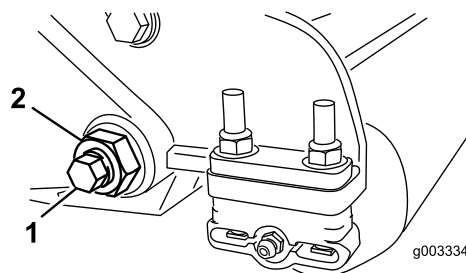
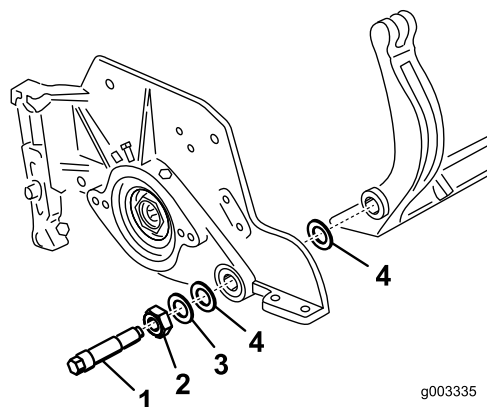
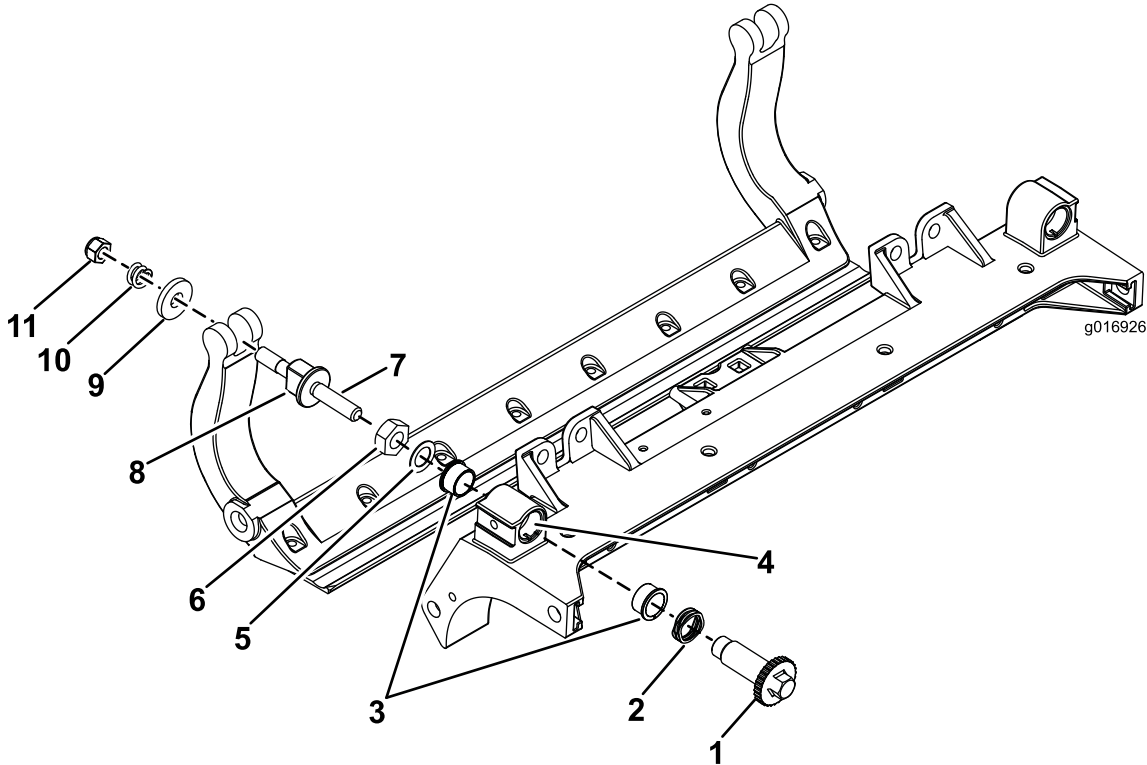

Figura 30
Figura 31
Figura 33
3. En cada lado de la máquina, afloje la contratuerca que fija el perno de la barra de asiento (Figura 30).
4. Retire todos los pernos de la barra de asiento, para poder tirar de la barra hacia abajo y retirarla de la máquina (Figura 30). Guarde las 2 arandelas de nylon y la arandela de acero troquelado de cada extremo de la barra de asiento (Figura 31).
4. Coloque una arandela de acero por fuera de cada arandela de nylon (Figura 31).
- 1. Retire todas las piezas (consulte las *Instrucciones de instalación* del Kit HD DPA (Modelo 120-7230) y Figura 33).
- 2. Aplique compuesto antiadherente en la parte interior de la zona de los casquillos del bastidor de tiro de la unidad de corte (Figura 33).
- 3. Alinee los salientes de los casquillos con brida con las ranuras del bastidor, e instale los casquillos (Figura 33).
- 4. Instale una arandela ondulada sobre el eje del ajustador e introduzca el eje del ajustador en los casquillos con brida del bastidor de la unidad de corte (Figura 33).
- 5. Sujete el eje del ajustador con una arandela plana y una contratuerca (Figura 33). Apriete las tuercas de las ruedas a 20–27 N·m.
- Nota:** Coloque una arandela de nylon en cada lado del saliente de la chapa lateral. Coloque una arandela de acero por fuera de cada arandela de nylon (Figura 33). Apriete los pernos de la barra de asiento a entre 27 y 36 N·m. Apriete las contratuercas hasta que la arandela de acero exterior deje de girar, y la holgura quede eliminada, pero no apriete demasiado ni desvíe las chapas laterales. Las arandelas del interior pueden tener cierta holgura (Figura 31).